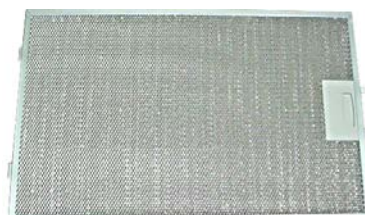

Abb. 9
- ⤴ Clipsen Sie den Aluminiumfettfilter raus (Abb. 9)
- ⤴ Clipsen Sie den Aluminiumfettfilter wieder rein (Abb. 9).
Den Aluminiumfettfilter (Abb. 9) sollten Sie in Abhängigkeit des Gebrauchs mindestens einmal im Monat im Geschirrspüler oder per Hand mit Fettlösemitteln waschen.